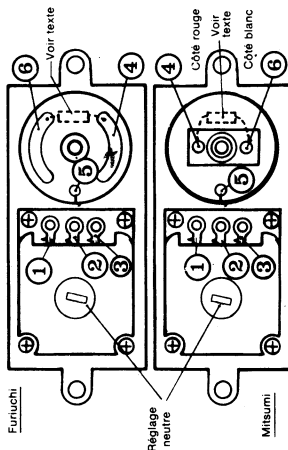

Fig. 8. - Branchements à effectuer : cas des moteurs Furluchi et Mitsumi.
Attention : le branchement du moteur doit être respecté (moteur Futaba représenté fig. 8), dans le cas d'un moteur Futaba, il est nécessaire d'inverser les fils (1) et (2), (voir également fig. 8). Ne pas omettre la soudure du fil (1) à la cosse de masse du moteur.